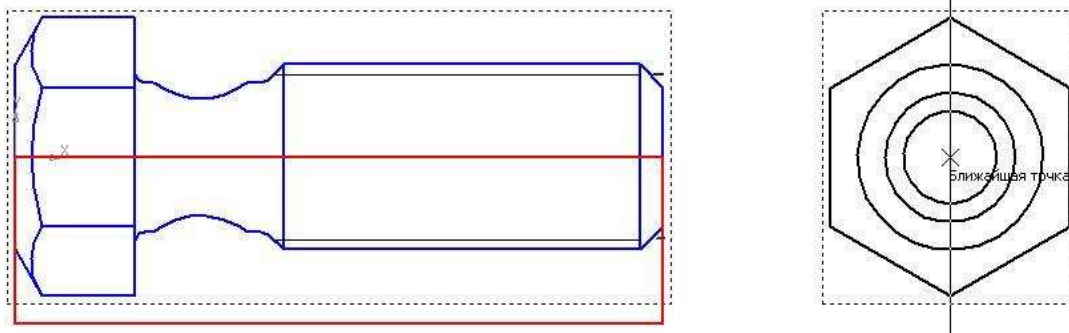
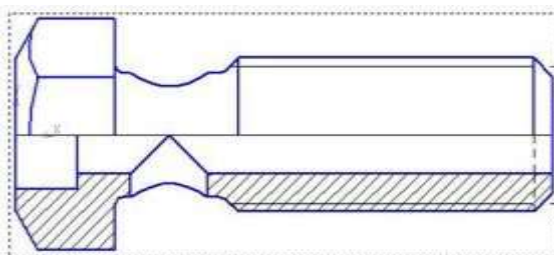

Рисунок 8.45 – Положение секущей плоскости
Рисунок 8.46 – Результат выполненной команды
*Местный разрез*  на инструментальной панели *Виды*  → указать построенный прямоугольник на виде слева с помощью привязки к *Ближайшей точке* указать положение секущей плоскости местного разреза, проходящего через центр отверстия (рисунок 8.45) → *Создать объект*. На главном виде чертежа система построит фронтальный разрез (рисунок 8.46).